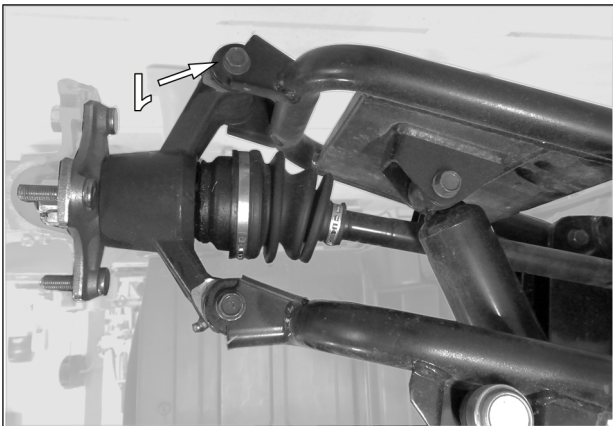

Fig. 6
5. Dévisser et retirer le boulon (1) qui relie le bras inférieur de suspension au moyeu de roue arrière. Voir la Fig. 6